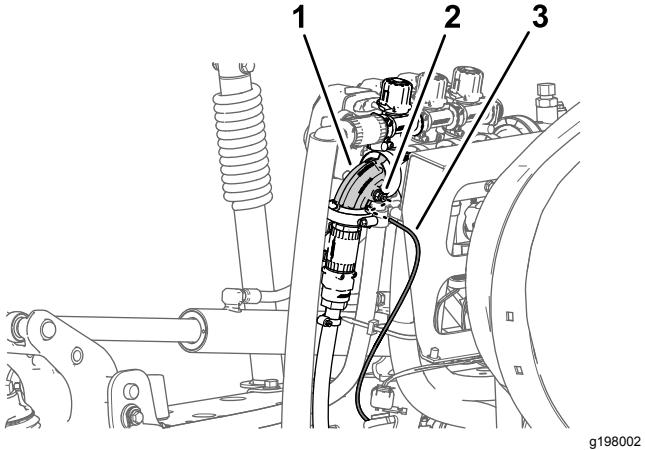

Figura 28
- Premete il collare dell'accoppiatore del tubo nel gomito a 90° della valvola di sezione di irrigazione (Figura 28).
- Tirate il tubo di rilevamento della pressione per il manometro del cruscotto estraendolo dall'accoppiatore del tubo (Figura 28).